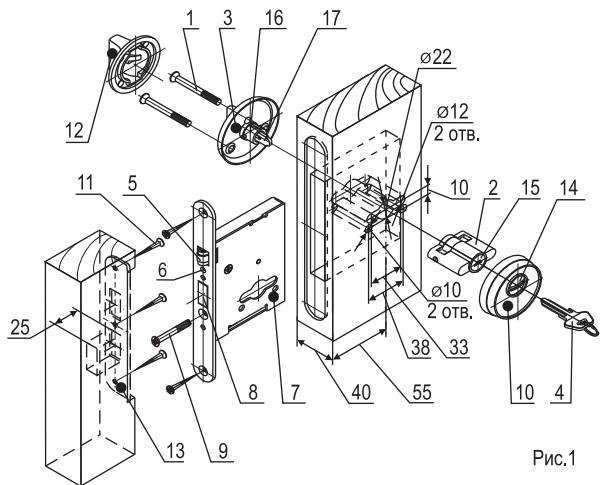

Рис.1
6.2 Замок имеет защиту цилиндрического механизма от высверливания, представляющую собой вращающуюся вместе с ключом термообработанную шайбу 14 (см. рис. 1), которая находится в наружной накладке 10.
1. **ВНИМАНИЕ!** Ключ вставляется и вынимается только при горизонтальном положении прорези сердечника при полностью закрытом или открытом замке (см. рис. 1).
7. ВНИМАНИЕ! В случае неполного вхождения ключа 4 в цилиндр 15 цилиндрического механизма 2, необходимо поворотом сердечника 16 постоянного ключа и поводка 17, расположенного за ним (последние вращаются свободно), установить их с помощью поводка 17 постоянного ключа 3 прорезями перпендикулярно прорези цилиндра 15, после чего ввести вставной ключ 4 до упора в паз цилиндра 15 (Рис. 1).
ПОРЯДОК МОНТАЖА (см. рис.1)
1. Для установки замка необходимо в соответствии с разметкой двери (рис. 1), вырезать в торце двери прямоугольный паз и углубление под корпус 7. При этом согласно схеме врезки выдержать размер 11 мм от плоскости диска постоянного ключа 3 до паза. Просверлить под цилиндрический механизм отверстие диаметром 22 мм и два отверстия диаметром 12 мм. Разделать пазы,